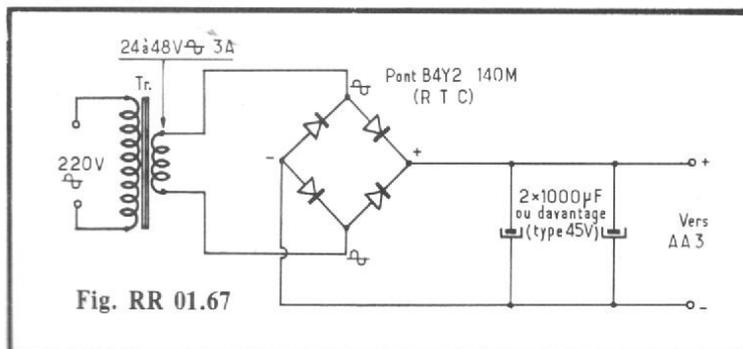

Fig. RR 01.67
1) La figure RR-01.67 représente le schéma d'une alimentation secteur 220 V — 28 V continu qu'il vous sera possible de monter à l'avant de l'alimentation AA3 (en lieu et place de l'accumulateur).